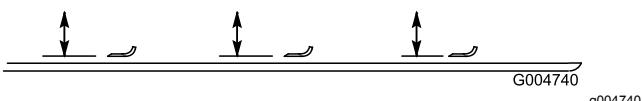

Bild 128
2. Drehen Sie die Messer, bis die Enden nach vorne und hinten zeigen und messen Sie von der Innenseite der Schneideeinheit bis zur Schnittkante an der Vorderseite des Messers (**Bild 128**).